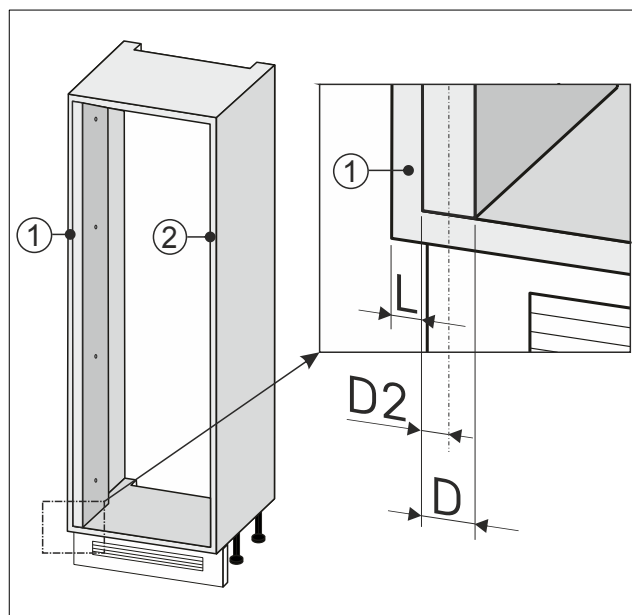

Fig. 89
- Zabilježite pola širine Fig. 89 (D2) zidne ispune.